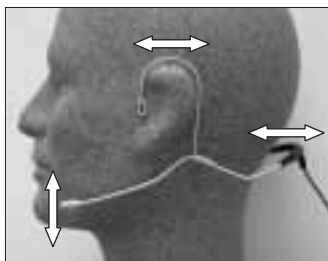

Fig. 3: Posizione del microfono sulla testa
1. Indossate il microfono come dimostrato nella fig. 3.
Vedi fig. 3.